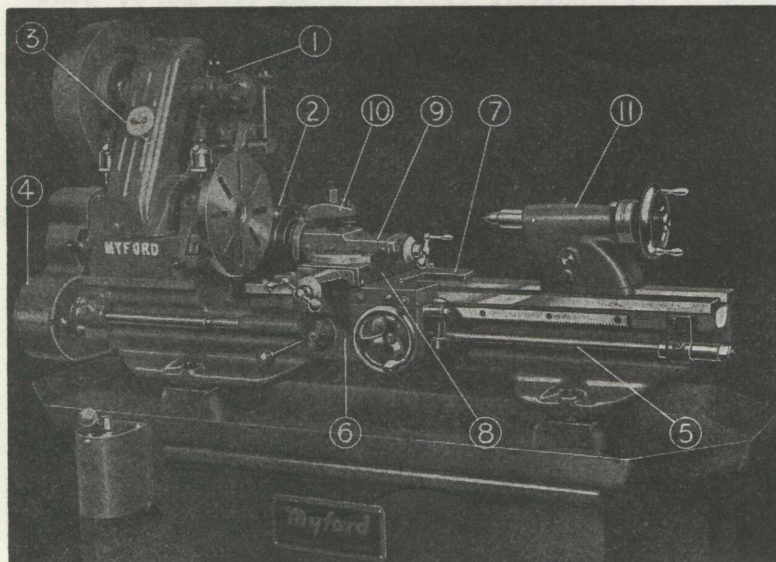

Fig. 30 Terminologie des pièces principales du tour
L'accès de la courroie de la poupée, pour le changement de vitesses, est obtenu en faisant glisser le protecteur avant (voir Fig.30) et la tension de la courroie est diminuée en manoeuvrant le levier (1) prévu à cet effet.